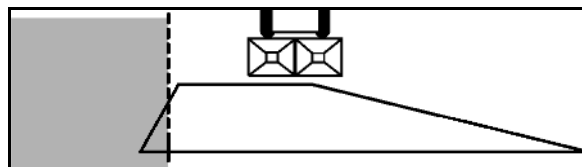

Fig. 49
3. Epandage en bordure (Fig. 49):